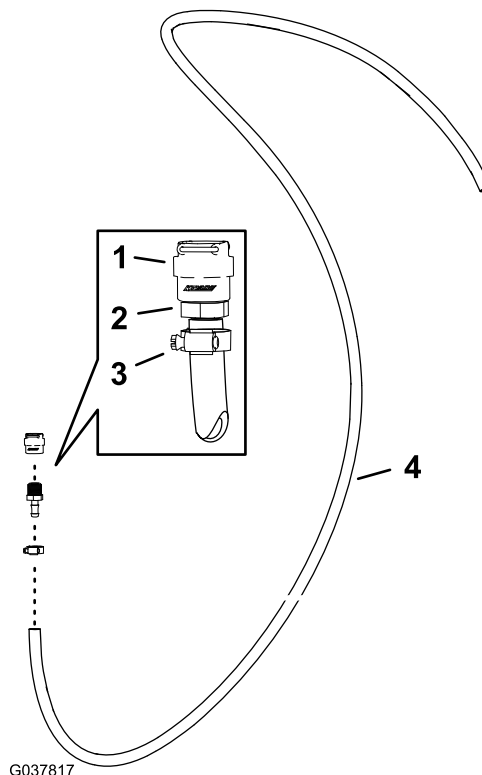

Figura 93
1. Montate il raccordo di collegamento rapido (presa) sul raccordo diritto dentellato (1/2 poll.) sul flessibile - 1,3 x 762 cm (1/2 x 300 poll.) con la fascetta che avete rimosso al passaggio Rimozione della pistola di irrorazione dal flessibile di alimentazione (pagina 19), come illustrato nella Figura 93.